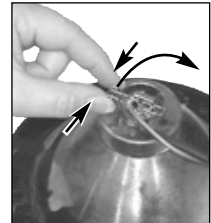

Fig. 7
3. To remove the bulb from the socket: push in on spring clip, rotate clip up, and then remove bulb. (Fig. 7 & 8)
3. Pour sortir l'ampoule de sa douille: appuyez sur la pince à ressort, tournez la pince vers le haut puis retirez l'ampoule (fig. 7 et 8).